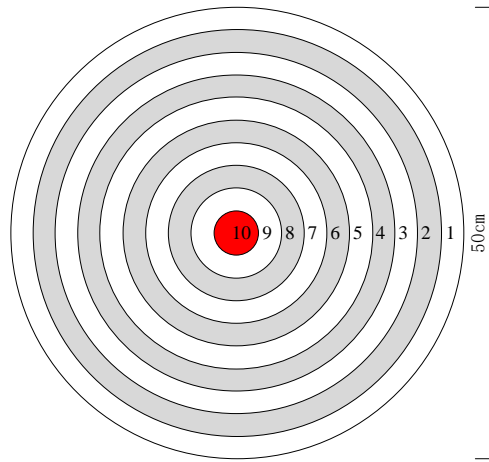

图 3 环形靶
自行设计并制作一模拟电磁曲射炮（以下简称电磁炮），炮管水平方位及垂直仰角方向可调节，用电磁力将弹丸射出，击中目标环形靶（见图 3），发射周期不得超过 30 秒。电磁炮由直流稳压电源供电，电磁炮系统内允许使用容性储能元件。
- (1) 环形靶由 10 个直径分别为 5cm、10cm、15cm、... 50cm 的同心圆组成，外径 50cm，靶心直径 5cm，参见图 3。